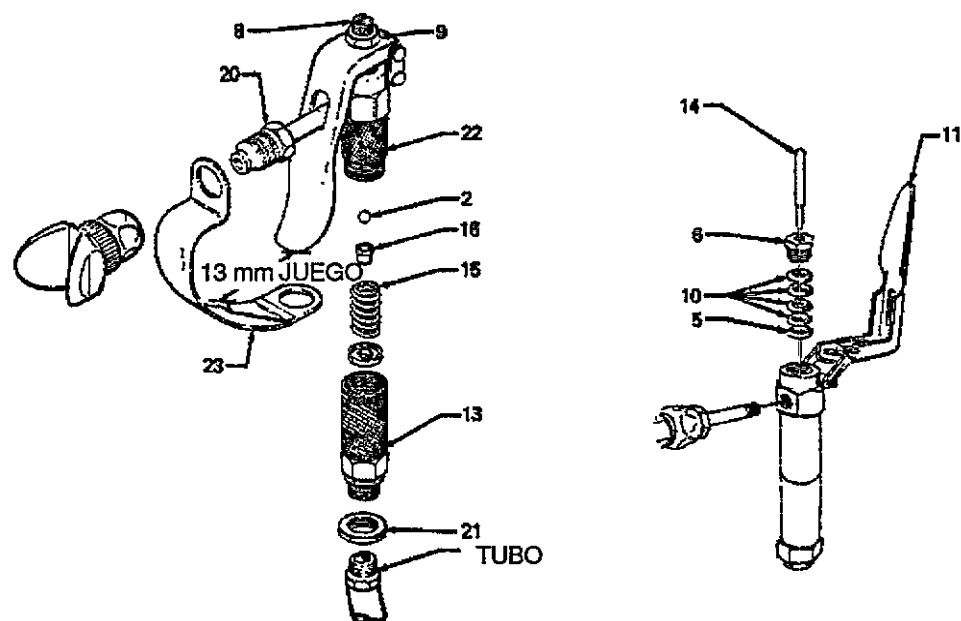

Fig. 3
CONTROLAR LA LIMPIEZA Y EL ESTADO DE LAS PIEZAS DE LA VALVULA ANTIRRETORNO: Desmontar la tuerca de retención (21) del protector del gatillo, liberar el protector (23) y destornillar luego el cuerpo inferior (13) del cuerpo superior (22). Ver FIG.3. Desmontar el resorte (15), el tope del resorte y de la bola (16) y la bola (2).